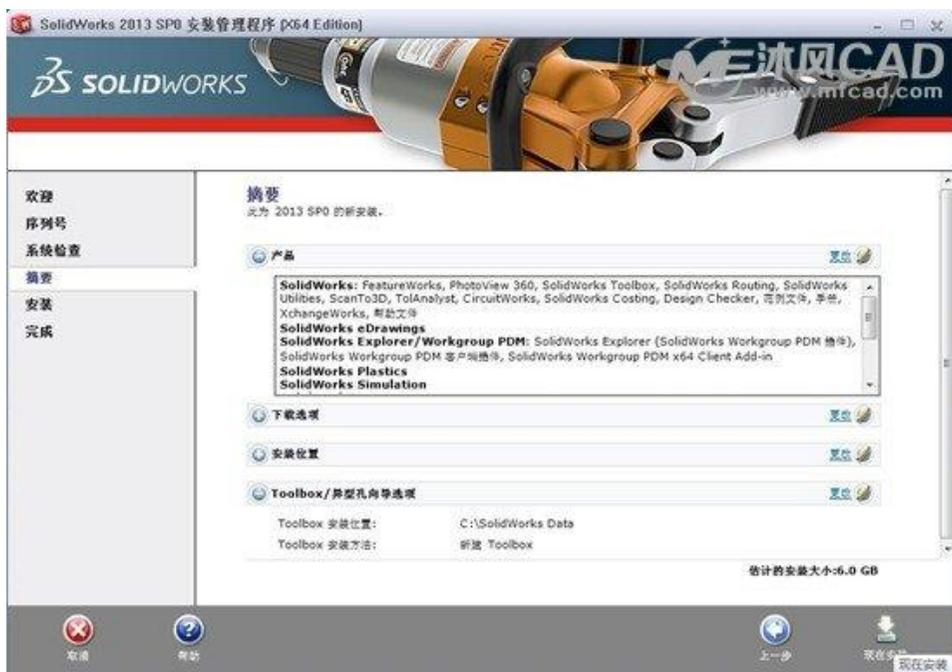

图 1.3 “摘要”界面
(4) 输入授权序列号，单击“下一步”按钮，进入“摘要”界面，如图 1.3 所示。